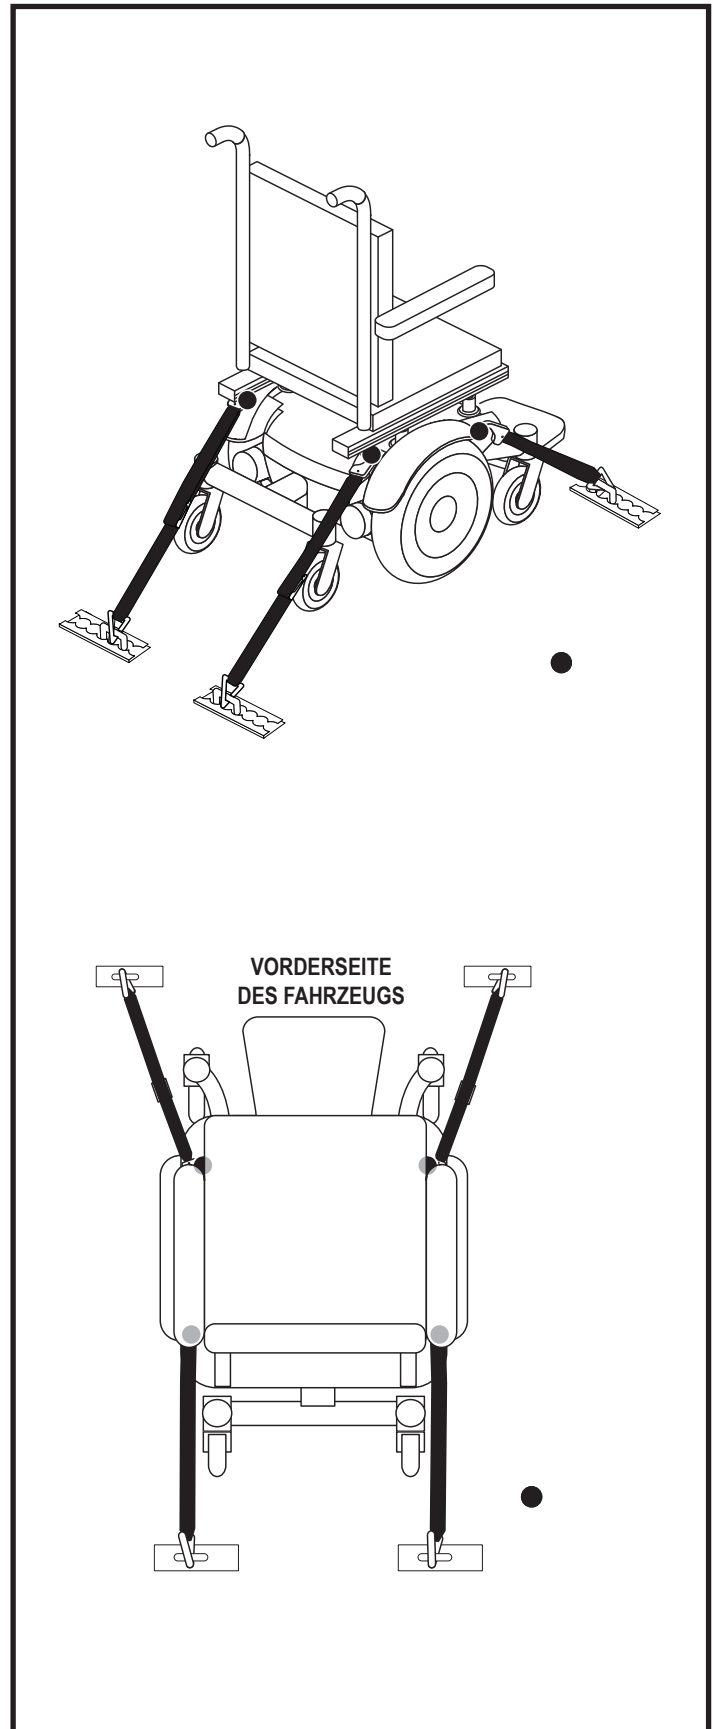

Bild 7. Sicherungspunkte des Befestigungssystems
- Positionieren Sie die Ankerpunkte für die hinteren Sicherheitsgurte direkt hinter den hinteren Sicherungspunkten des Elektrorollstuhls. Die vorderen Sicherheitsgurte müssen an Ankerpunkten am Boden befestigt werden, deren Abstand die Breite des Elektrorollstuhls übertrifft. Dadurch wird eine höhere Seitenstabilität erreicht. **Siehe Bild 7.**